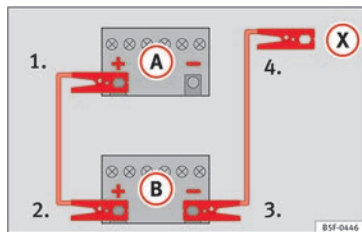

Fig. 133 Esquema de conexión para vehículos sin sistema Start-Stop.
» » » fig. 133.
3. Emborne el otro extremo del cable *rojo* de emergencia al polo positivo (+) del vehículo que suministra la corriente (B).
4. **En los vehículos sin sistema Start-Stop:** emborne un extremo del cable *negro* de emergencia al polo negativo (-) del vehículo que suministra la corriente (B) » » » fig. 133.